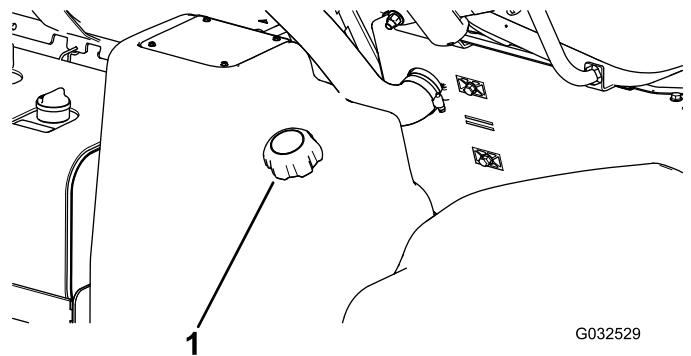

図 40
2. 燃料タンクのキャップ 図 40 の周囲をきれいに拭く。